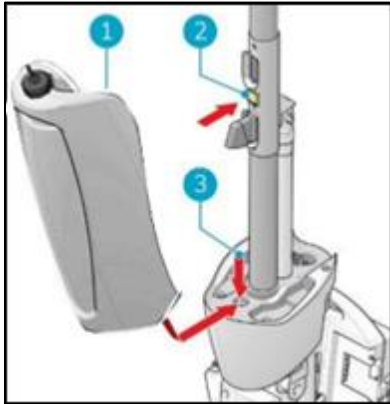

figure 35.
14. Placer le fond du réservoir de récupération (Figure 35, pos 1 et pos 3) sur l'avant de l'i-mop® XXL.
15. Poussez le haut du réservoir en place jusqu'à ce que vous entendiez un "clac", l'aimant (figure 35, pos 2) verrouillera le réservoir de récupération en place.